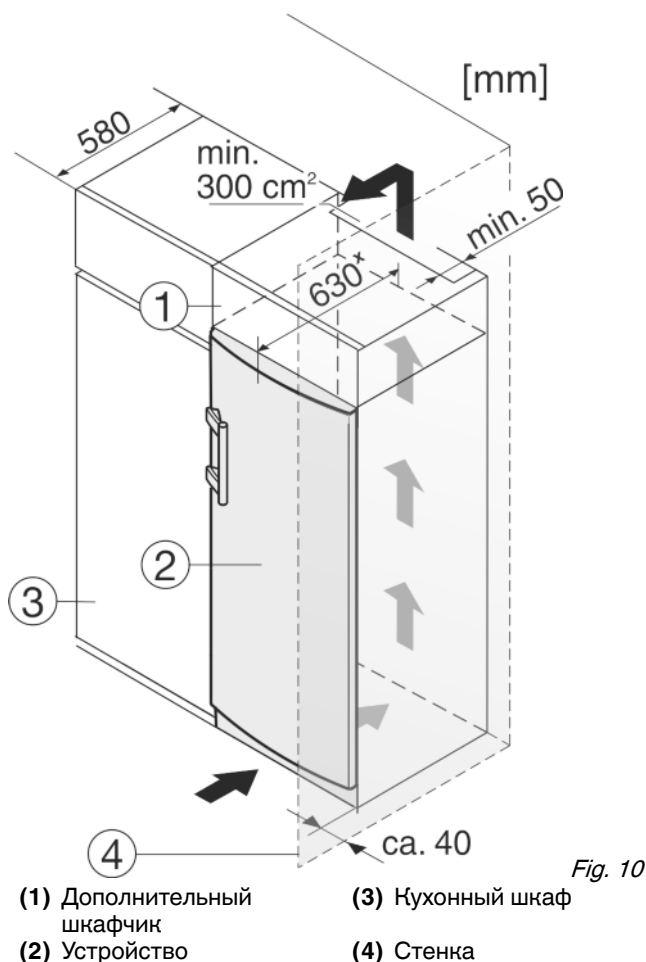

Fig. 10
Устройство может быть окружено кухонными шкафами. Чтобы уравнивать устройство Fig. 10 (2) по высоте с кухонной стенкой, можно установить над устройством дополнительный шкафчик Fig. 10 (1).
При комбинировании с кухонными шкафами (глубина макс. 580 мм) устройство можно установить непосредственно рядом с кухонным шкафом Fig. 10 (3). Устройство выступает сбоку на 34 ммx и по центру на 50 ммx относительно передней стенки кухонного шкафа.
Если устройство установлено на шарнирах у стены Fig. 10 (4), то расстояние между устройством и стеной должно быть не менее 40 мм. Настолько выступает ручка при открытой дверце.